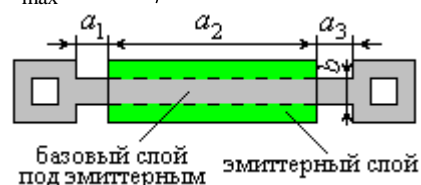

Рисунок 30 – Структура пинч-резистора на основе базового слоя под эмиттерным слоем
12. Рассчитать номинальную мощность пинч-резистора (рис. 30) с геометрическими размерами $a_1 = a_3 = 92,5 \text{ мкм}$, $a_2 = 1 \text{ мм}$ и $b = 50 \text{ мкм}$, если удельные поверхностные сопротивления базового слоя и базового слоя под эмиттерным слоем составляют $R_S = 200 \text{ Ом}/\square$ и $R'_S = 10^4 \text{ Ом}/\square$, соответственно. При расчетах полагать, что максимально допустимая удельная мощность рассеяния равна $P_{\max} = 4 \text{ Вт}/\text{мм}^2$.